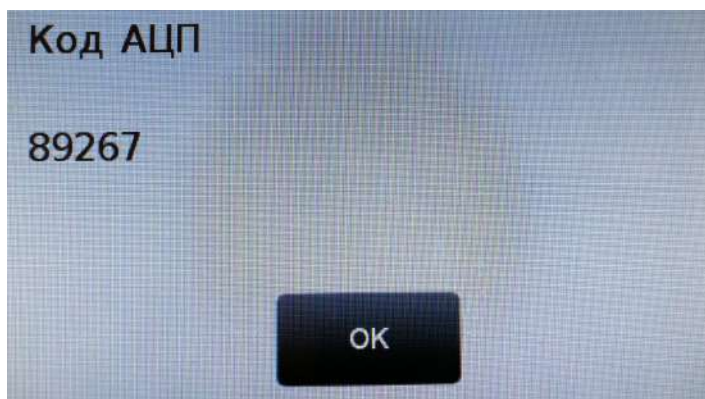

Рис. 8.4.2. Значение кода АЦП.
8.4.2. В открывшемся окне будет выводиться текущее значение кода АЦП (кода аналогово-цифрового преобразователя) в реальном времени, см. рис. 8.4.2.